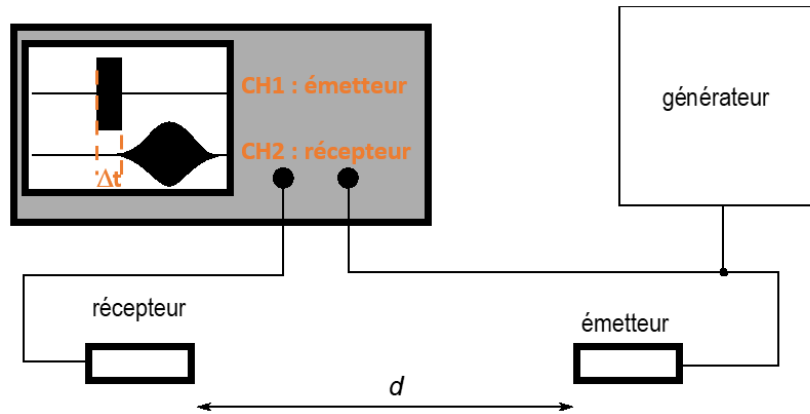

FIGURE 1 – Schéma de montage pour la mesure de la vitesse du son
Montage : Vous avez à disposition sur la table un couple de transducteurs ultrasonores. L'émetteur est excité par des pulses d'1 ms sur une base de 40 kHz (crête-à-crête ± 12 V). Les signaux d'émission et de réception sont visualisés sur un oscilloscope numérique. Le schéma du montage est présenté à la figure 1.
1. Réalisez le branchement correspondant au montage de la figure 1 ;